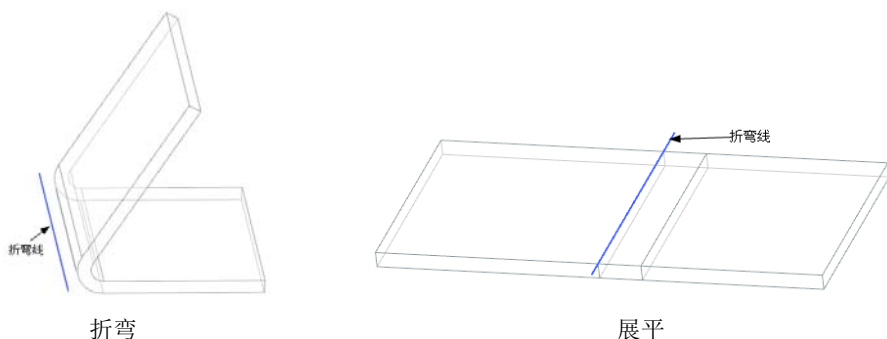

图 3-62 采用“内模线轮廓”选项创建折弯特征示意图
3) 内模线轮廓：是指轮廓线表示在展开状态时的平面区域和圆柱折弯区域之间连接的直线，创建折弯特征示意图如图 3-62 所示。